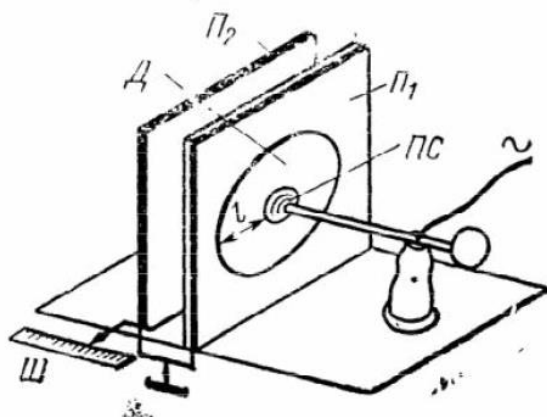

Figure 6 Рис. 6. Устройство для изучения влияния удельной поверхностной емкости на развитие разряда
Влияние удельной поверхностной емкости на развитие разряда изучается с помощью устройства, показанного на рис. 6. Electroдами разрядами промежутка в этом устройстве служат полусфера ПС, на которую подается напряжение, и заземленная металлическая пластина с круглым вырезом П1. Electroды прижаты к тонкому листу диэлектрика Д (оргстекло). Разрядное расстояние между электродами $l = 20$ см. Вторая заземленная металлическая пластина П2 может устанавливаться на разных расстояниях от поверхности диэлектрика, указываемых специальной шкалой Ш, и служит для изменения удельной поверхностной емкости.
5. Пользуясь устройством, показанным на рис. 6 определить напряжение возникновения короны U_k , напряжение возникновения скользящих разрядов $U_{ск}$ и разрядное напряжение U_p при разных значениях удельной поверхностной емкости. Для изменения удельной поверхностной емкости заземленную плоскость П2 устанавливать на